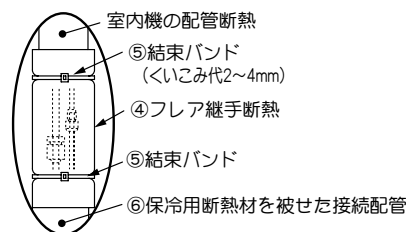

図3
- ② ①の作業後、図3のように上から④フレア継手断熱を巻き、⑤結束バンド(2本)で固定します。
④フレア継手断熱は確実に巻き、⑤結束バンドで上下端近くを縛ります。